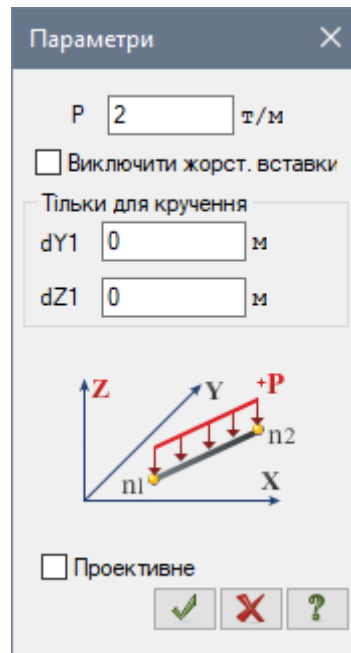

Рис. 1.14. Діалогове вікно Параметри
- В цьому вікні задайте інтенсивність навантаження  $p = 2$  т/м (рис. 1.14).